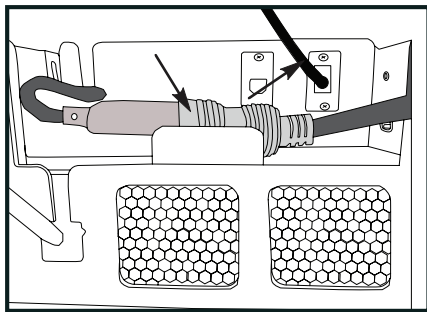

Imagen 1: Parte trasera del PowerPod™
- Desconecte el cable de la regleta de alimentación y el cable de comunicación de la pantalla del cajón del PowerPod™ en la parte trasera del carrito (consulte **Imagen 1**).
- Vuelva a conectar el cable de alimentación de la tira de salida y el cable de comunicación al PowerPod™ en la parte posterior del carrito (consulte la **Imagen 1**).